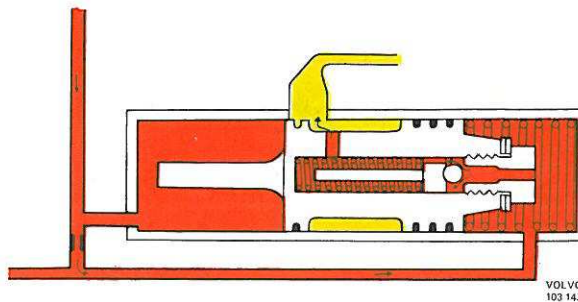

Figure 65. Soupape de réglage, pression maxi
Si le débit d'huile à travers la sortie est stoppé, par exemple par suite d'un blocage du braquage des roues, la pression à l'intérieur du conduit (1) s'élèvera et la différence de pression aux deux extrémités de la soupape sera éliminée. Le ressort repousse alors la soupape vers la gauche, la liaison avec le canal de retour est fermée et la pression augmente davantage. A une pression d'env. 75 kg/cm2, la pression du ressort sur la soupape de sûreté (6) — c'est-à-dire dans la partie intérieure de la soupape de réglage — est dépassée et l'huile peut passer dans le canal de retour (4), voir figure 65. En ce moment, la pression sur la partie droite du piston diminue et toute la soupape de réglage est repoussée vers la droite, ce qui ouvre la liaison avec le canal de retour. Lorsque la pression descend jusqu'à la valeur normale, la soupape de sûreté se ferme et la soupape de réglage revient en position normale.